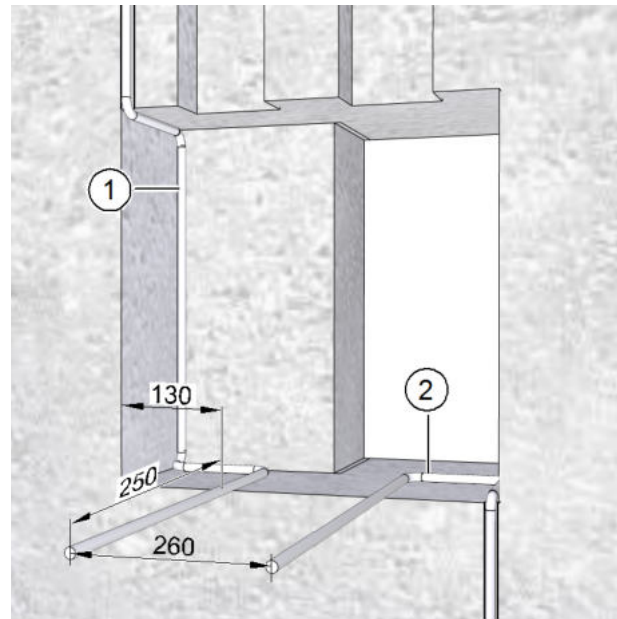

Abb. 17: Anschlusskabel verlegen, Maße in Millimeter
- ▶ Verlegen Sie das Netzkabel (Pos. 1 in Abb. 17) und ggf. das Steuerkabel (Pos. 2 in Abb. 17) mit einem Kabelüberstand von ca. 250 mm über die Mauer.